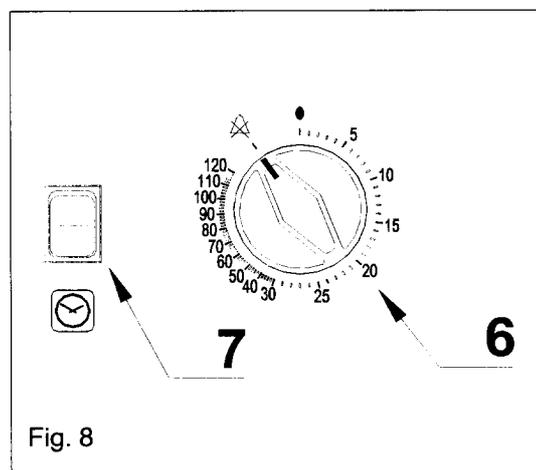

Fig. 8
Para apagar la señal acústica girar el mando (6) como en la Fig. 8.